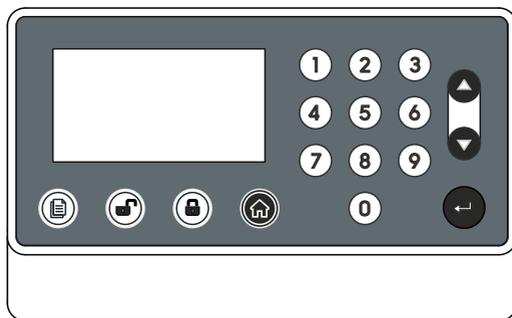

Рисунок 2
4.2 На крышке (рисунок 2) размещены клавиатура и буквенно-цифровой экран.